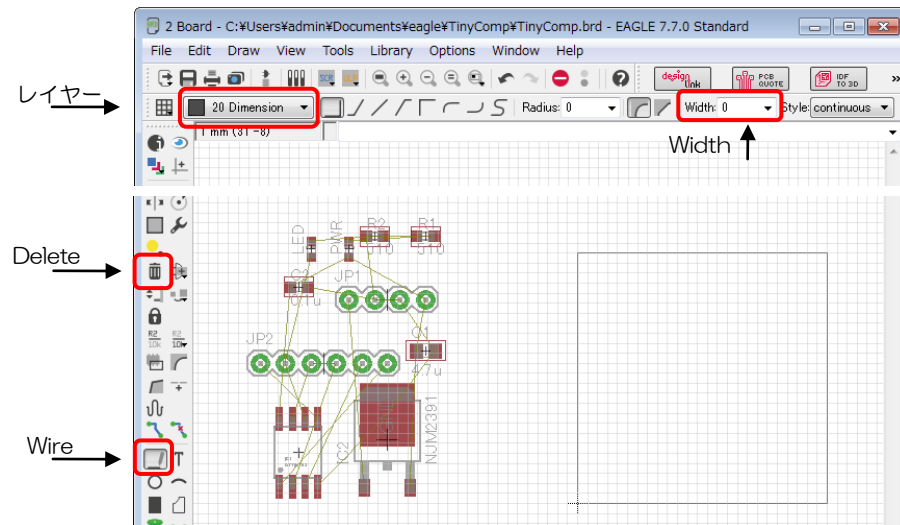

図 17
- ③  Line コマンドで 20 : Dimension レイヤーに Width(線幅)0 で基板サイズ 25mm×25mm の外形枠を描きます。図 17